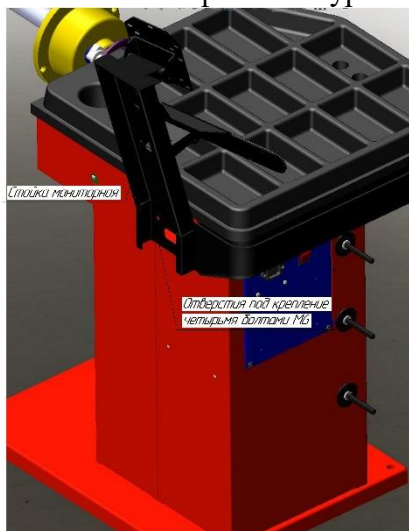

Рис. 1. Установка стойки монитора.
2. Установить стойку монитора при помощи винтов М6, пропустив в нижнее отверстие два кабеля и шлейф клавиатуры (рис. 1).